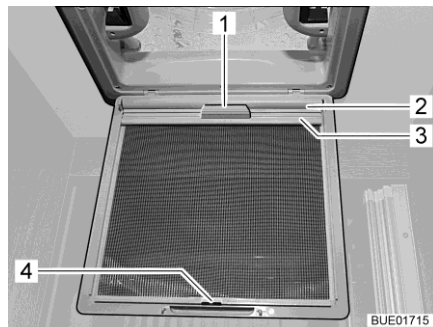

Fig. 126 Store occultant (lanterneau)
- Tirer le store occultant (Fig. 126,2) par la poignée (Fig. 126,1) et accrocher la baguette de support (Fig. 126,3) dans le crochet (Fig. 126,4) sur la moustiquaire.
- Enlever la baguette de support (Fig. 126,3) de sur le crochet (Fig. 126,4) et faire lentement redescendre le store occultant (Fig. 126,2) en le tenant par la poignée (Fig. 126,1).